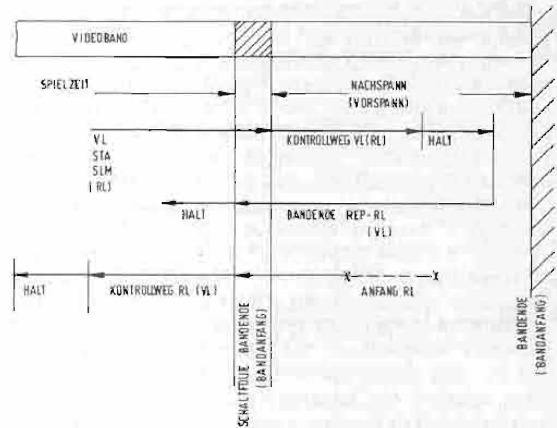

Bild 17 Bandende-Repetierbetrieb, Darstellung über Band
b) Bandende-Repetierbetrieb, Darstellung über Band (Bild 17).